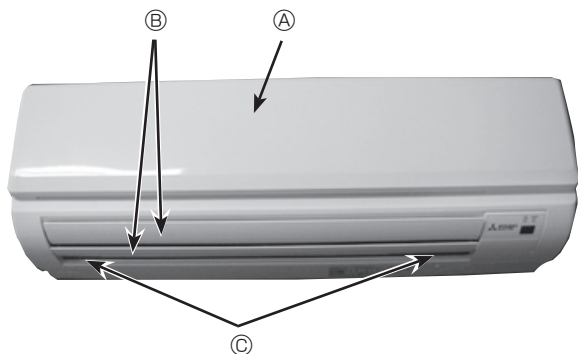

Fig. 6-2
3. Retirer les capuchons de vis du panneau. Retirer les vis. (Fig. 6-2)
- ① Panneau frontal
- ② Volet
- ③ Capuchons de vis